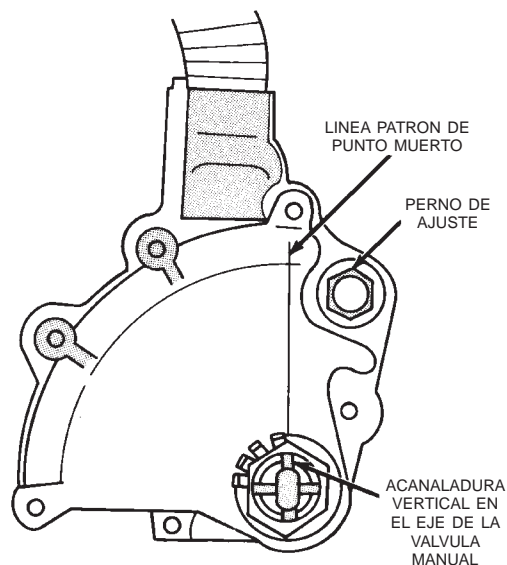

Fig. 44 Ajuste del conmutador de posición de estacionamiento/punto muerto
(2) Gire la palanca de cambios manual en todo su recorrido hacia atrás. Gire luego la palanca hacia adelante dos posiciones de retén hasta punto muerto.
(3) Coloque el conmutador en el eje de la válvula manual e instale el perno de ajuste del conmutador con la mano. Aún no apriete el perno.
(4) Instale la arandela con lengüetas en el eje de la válvula manual y coloque la tuerca de fijación del conmutador. Apriete la tuerca con una torsión de 6,9 N·m (61 lbs. pulg.), pero aún no doble las lengüetas de bloqueo de la arandela sobre la tuerca.
(5) Compruebe si la transmisión está en Punto muerto.
(6) Gire el conmutador para alinear la línea patrón de punto muerto con la acanaladura vertical del eje de la válvula manual (Fig. 44).
(7) Alinee la línea patrón del conmutador con la acanaladura o el plano del eje de la válvula manual.
(8) Apriete el perno de ajuste del conmutador con una torsión de 13 N·m (9 lbs. pie).
(9) Doble por lo menos dos lengüetas de bloqueo de la arandela sobre la tuerca de fijación, a fin de asegurarla.
(10) Conecte la varilla de articulación a la palanca de cambios, del lado izquierdo de la caja.
(11) Conecte los cables del conmutador al mazo y baje el vehículo.
(12) Verifique el funcionamiento del conmutador. El motor debe arrancar en las posiciones PARK y NEUTRAL únicamente.